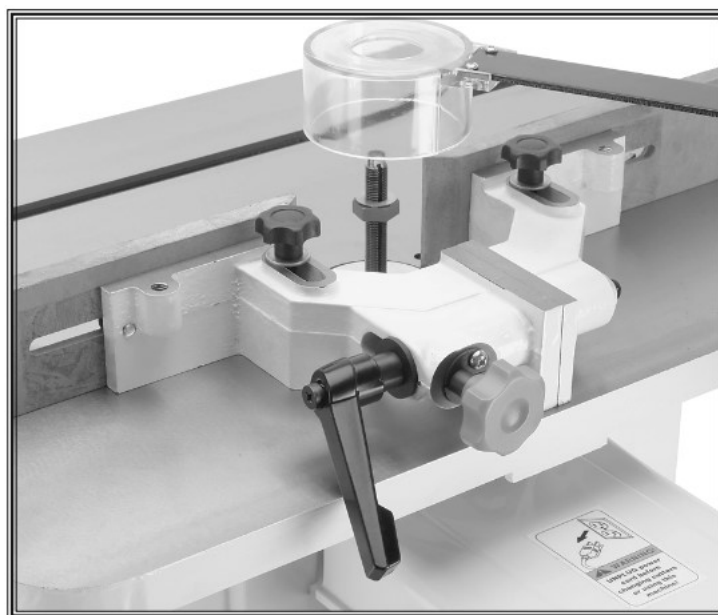

Рис. 13 Стопорная рукоятка и ручка регулировки
1. Открутите стопорную рукоятку ограждения, представленную на Рис. 13.
2. Настройте положение ограждения, используя ручку регулировки, представленную на Рис. 13.